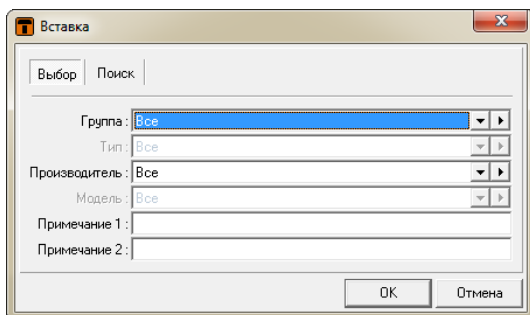

Рис. 26. Вставка товара
- В таблице «Товары» с помощью правой кнопки мыши добавляем позиции, на которые будет распространяется скидка(рис. 26).